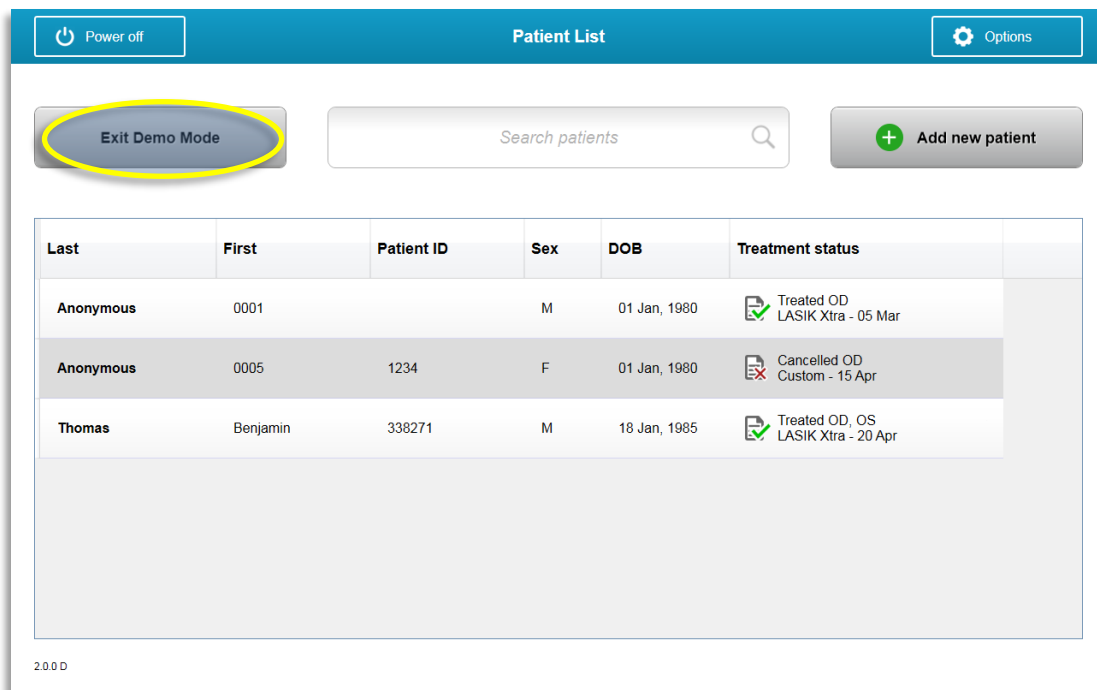

Figure 3-60. Patient List (Liste de patients) indique le Mode démo
- Les écrans du système KXL indiqueront que le système est actuellement en « Demo Mode » (Mode démo) comme illustré aux figures 3-60 et 3-61.